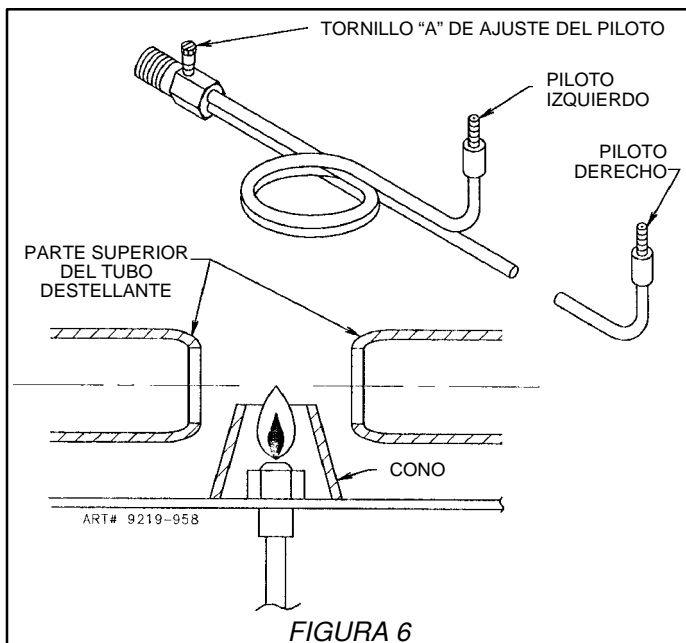

FIGURA 6
(Vea la figura 6)
Purgue todo el aire del sistema de suministro abriendo la válvula de un quemador superior. Después cierre la válvula y ajuste la llama del piloto usando el tornillo "A" (figura 6) de ajuste para que la llama esté uniforme con la parte superior del tubo de cremalleras. Para encender el quemador, empuje y gire la perilla del quemador superior a la posición baja. **NOTA:** Algunos modelos **SOLAMENTE** tienen un ajuste de piloto en la tubería del múltiple.
- Modelos con pilotos verticales: Ajuste los pilotos de los quemadores. (Vea la figura 6.) Gire el interruptor del selector de la cara del termostato a la posición LP.
- Modelos con pilotos verticales: Ajuste los pilotos de los quemadores superiores. (Vea la figura 6.) Gire el interruptor del selector de la cara del termostato a la posición de gas natural.